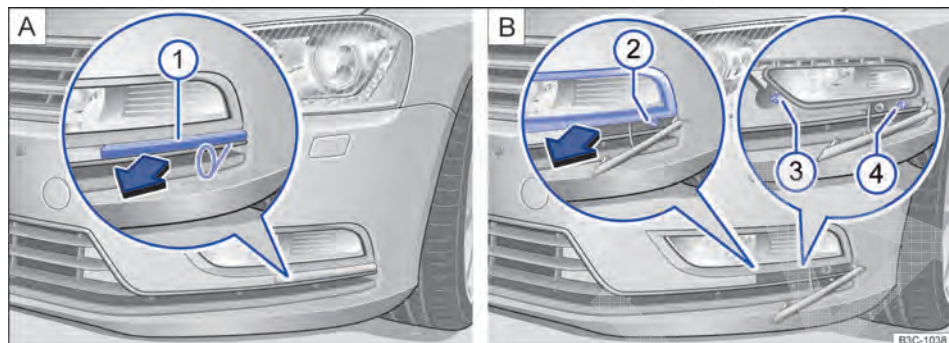

Fig. 274 No para-choque dianteiro à esquerda: lanterna para luz de neblina, farol de rodagem diurna e farol de conversão.
2. +Com o gancho extrator das ferramentas de bordo, puxar ⇒ Página 416 a capa de cobertura ⇒ Fig. 274 A (1) para frente, no sentido da seta.
3. Com a chave de fenda das ferramentas de bordo ⇒ Página 416, desaparafusar o parafuso de fixação ⇒ Fig. 274 B (2).
4. Puxar a cobertura ⇒ Fig. 274 para frente no sentido da seta.
5. Desparafusar os parafusos de fixação ⇒ Fig. 274 B (3) e (4) com a chave de fenda.
14. Aparafusar os parafusos de fixação ⇒ Fig. 274 B ③ e ④.
15. Instalar a cobertura no para-choque e parafusar o parafuso de fixação ⇒ Fig. 274 B ②.
16. Instalar a capa de cobertura ⇒ Fig. 274 A ① no para-choque.